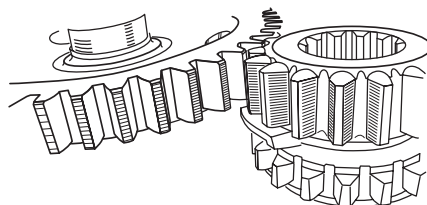

Рис. 12
11. Если зацепление шестерён пониженной передачи идёт не на всю ширину зубьев, то необходимо заменить шток вилок включения заднего моста на новый (3162-00-1803024-00) (**Рис. 12**).